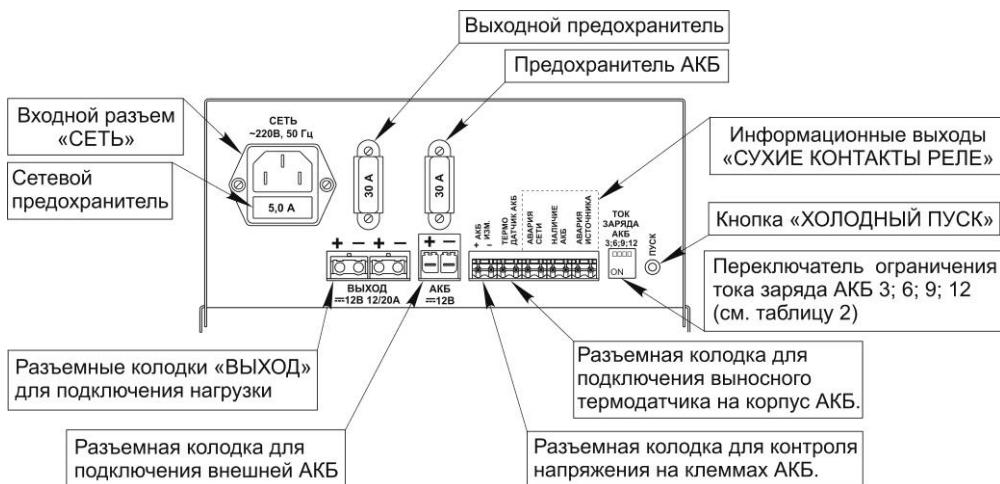

Рисунок 2 – Задняя панель изделия
На задней панели расположены (см. рисунок 2):
Изделие обеспечивает ограничение тока заряда АКБ. Выбор одного из 4-х значений ограничения тока заряда АКБ осуществляется переключателем (см. рисунок 2)
Выполните подключение внешних цепей к изделию в соответствии с назначением клемм подключения (см. рисунок 2) в следующей последовательности:
- проверьте правильность произведенного монтажа в соответствии с назначением клемм подключения (см. рисунок 2);